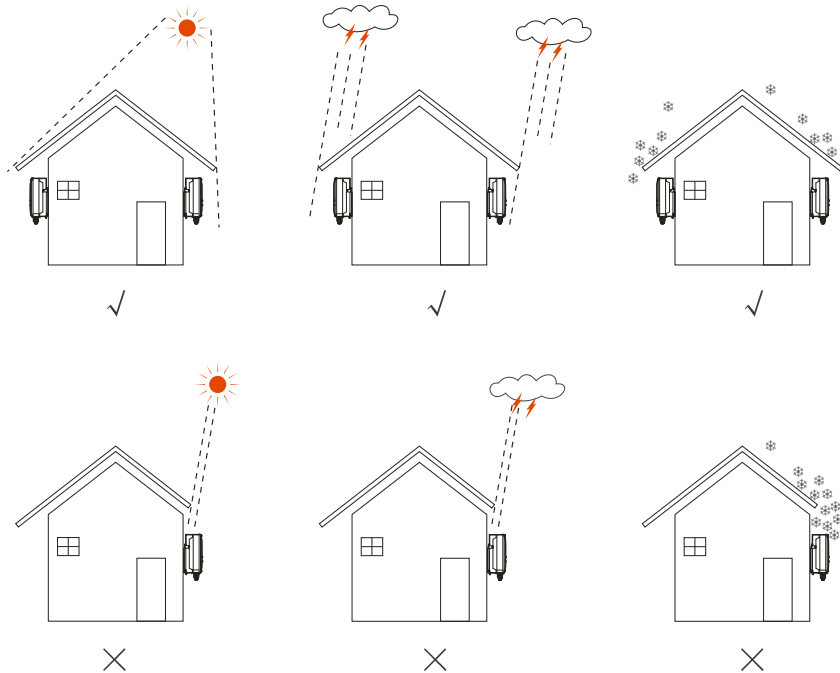

Figure3-2 Sites d'installation recommandés
- Pour assurer la durée de vie et de fonctionnement, évitez tout contact direct avec la pluie, le soleil ou la neige sur l'onduleur. Il est recommandé d'installer l'onduleur dans un endroit avec un toit, comme illustré en Figure3-2.